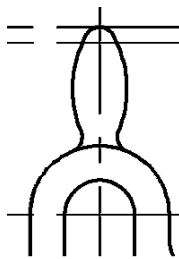

图 5-123 交换架的上部
(8) 单击“默认”选项卡“修改”面板中的“修剪”按钮，修剪 R30 圆，结果如图 5-123 所示。